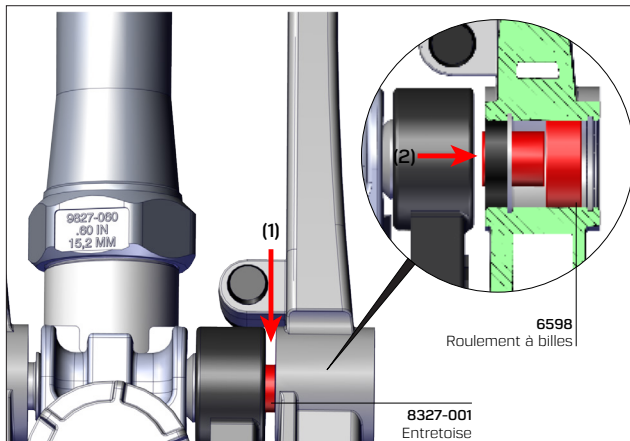

Fig. 3.
- E. Insérez la lame d'un tournevis entre le moyeu du roulement du bras d'entraînement droit et le moyeu du roulement du contrepoids, comme indiqué par la flèche (1) sur la Fig. 3. Appuyez la lame contre l'entretoise n° **8327-001**, puis faites glisser l'entretoise et le roulement à billes n° **6598** dans le sens indiqué par la flèche (2) sur la Fig. 3.